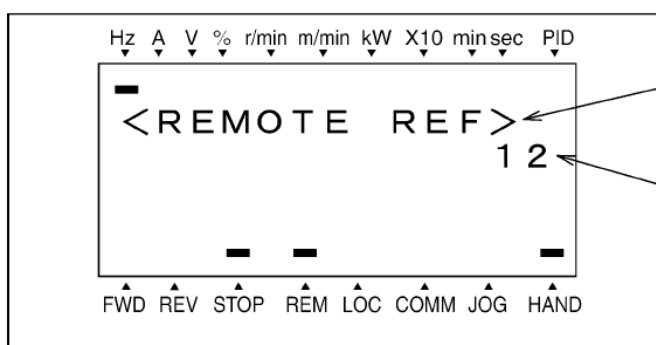

Рис. 3.2 Пример отображения экрана при изменении задания частоты
- (1) Установите функциональный код F01 в значение “0” или “8” (клавиши \uparrow / \downarrow пульта). Данное действие не может быть выполнено в режиме программирования или в аварийном режиме. Для возможности изменения частоты клавишами \uparrow / \downarrow сначала переведите пульт в рабочий режим.
- (2) Нажмите клавиши \uparrow или \downarrow . 7-сегментный цифровой дисплей отображает задание частоты, а ЖК дисплей соответствующую информацию, например подсказку по работе (см. Рис. 3.2).